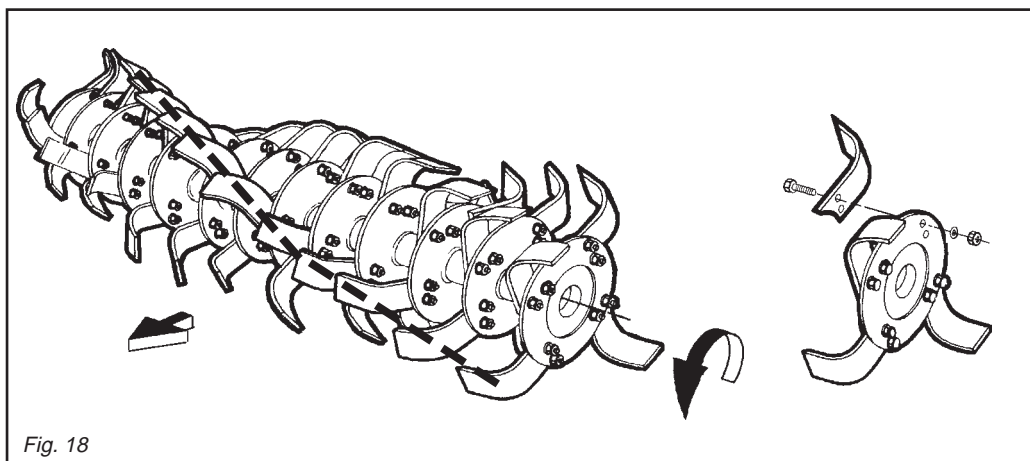

Fig. 18
Le zappette con cui viene equipaggiata la zappatrice sono adatte per la lavorazione su terreni di normale conformazione. Controllare giornalmente la loro usura o integrità. Qualora durante il lavoro dovesse per cause accidentali piegarsi (o rompersi) è necessario sostituirle immediatamente avendo l'accortezza di rimontare la nuova zappetta nella identica posizione di quella da sostituire (Fig. 18). Se fosse necessario sostituire più zappette, è consigliabile effettuare le operazioni di smontaggio e montaggio, sempre una zappetta alla volta, per evitare così errori di posizione.
**I bulloni che fissano le zappette devono avere la testa dalla parte delle zappette e il dado con relativa rondella dalla parte della flangia (Fig. 18).**
Se si devono sostituire le zappette, fare attenzione che le nuove assumano la posizione di quelle smontate (Fig. 18).
Remember to mount the new hoe blade in exactly the same position as the old one (Fig. 18). If several hoe blades must be replaced, it is advisable to remove and assemble one hoe blade at a time in order to prevent positioning errors.
**The heads of the bolts fixing the hoe blades in place must be on the side of the hoe blades themselves, while the nut with relative washer must be on the flange side (Fig. 18).**
If the hoe blades must be changed, remember to set the new blades in the same positions as the demounted ones (Fig. 18).
Die Hackmesser, mit der die Hackfräse ausgerüstet wird, eignen sich zur Bearbeitung von Boden mit normaler Beschaffenheit. Sie sind täglich auf ihre Unversehrtheit und ihren Verschleiß-zustand zu prüfen. Sollten sie bei der Arbeit verbiegen oder zu Bruch gehen, müssen sie sofort ersetzt werden. Dabei ist zu beachten, daß man das neue Hackmesser an der gleichen Stelle montiert, an der sich das beschädigte befand (Abb. 18). Sollten gleich mehrere Hackmesser zu ersetzen sein, sollte man jeweils ein Hackmesser ein- und ausbauen, um eine falsche Einbau-position zu vermeiden.
**Die Schrauben, mit denen man die Hackmesser befestigt, müssen den Kopf auf der Seite des Hackmessers und die Mutter mit der Unterlegscheibe auf der Flanschseite haben (Abb. 18) Die Werte des Abzugsmoments beachten, das in der Tabelle auf Seite 28 angegeben ist.**
Wenn man die Hackmesser ersetzen muß, darauf achten, daß die neuen in der Position der ersetzten am Hackstern angebracht werden (Abb. 18).
Les couteaux montés sur la houe sont indiqués pour travailler les sols ordinaires. Contrôlez tous les jours leur usure et intégrité. Lorsqu'ils se plient (ou se cassent) pendant le travail il faut les remplacer aussitôt. Le nouveau couteau devra être monté exactement dans la position de celui à remplacer (Fig. 18). S'il faut remplacer plusieurs couteaux, démontez et montez toujours un couteau à la fois, pour éviter des erreurs de position.
**Les boulons de fixation des couteaux doivent avoir la tête côté couteau et l'écrou avec la rondelle côté flasque (Fig. 18).**
**Respecter les valeurs des couples de serrage, voir tableau à la page 28. En cas de remplacement des couteaux, veillez surtout à ce que les nouveaux couteaux occupent les positions de ceux démontés (Fig. 18).**
Las azadillas que presenta la máquina son idóneas para trabajar sobre terrenos de normal conformación. Controlar todos los días su buen estado y eventual desgaste. Si durante el trabajo por eventuales accidentes se doblan o rompen es necesario sustituirlas inmediatamente prestando atención de montar la nueva azadilla en la idéntica posición de la precedente (Fig. 18). Si es necesario sustituir varias azadillas aconsejamos efectuar las operaciones de desmontaje y montaje siempre una azadilla a la vez, para evitar errores de posición. Las binadoras presentan de serie 4 azadillas por brida. Es posible sin embargo cuando el terreno es seco, montar 6 azadillas por brida. **Los bulones que fijan las azadillas deben tener la cabeza de la parte de las azadillas y la tuerca con la relativa arandela de la parte de la brida (Fig. 18).**
**Respetar los valores de los pares de torsión según lo indicado en las tablas de pag. 28.** Cuando sustituimos azadillas respetar la posición de las azadillas desmontadas (Fig. 18).